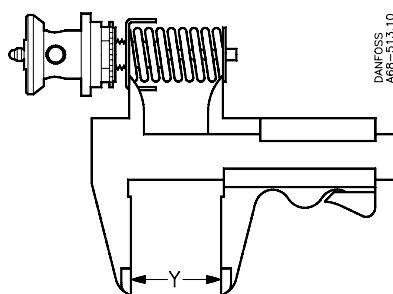
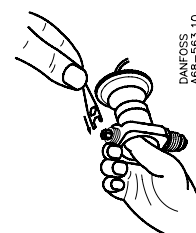

Fig. 4
Fig. 5
Fabriksindstillingen kan kontrolleres ved måling af pilotindsatsens »Y«-mål (se fig. 4 og tabel I).
Tabel I angiver bestillingsnr. og »Y«-mål for pilotdyseindsatserne (2): Før pilotventilen samles igen efter evt. kontrol af »Y«-målet, trykkes indstillingsspindelen udad og fastholdes, ved at den medleverede nøgle anbringes med gaflen bag spindelens møtrik (se fig. 5).
Factory setting = 4°C superheat at 0°C bulb temperature. From this setting the superheat can be decreased or increased dependent on the application requirement. Anti-clockwise rotation of the regulating spindle in the pilot valve decreases superheat, clockwise rotation increases it. One turn ~ 0.5°C. The factory setting can be checked by measuring the "Y" dimension of the pilot assembly. See fig. 4 and table I. Table I gives the code No. and "Y" dimension for the pilot nozzle assembly (2). Before the pilot valve is reassembled, after checking the "Y" dimension the superheat adjustment spindle must be pressed out and retained by inserting the jaws of the spanner supplied under the nut on the spindle (see fig. 5).
Werkseinstellung: 4°C Überhitzung bei einer Fühlertemperatur von 0°C. Von dieser Einstellung ausgehend kann die Überhitzung je nach dem Verwendungszweck verringert oder erhöht werden. Dreht man die Einstellspindel des Pilotventils nach links (im entgegengesetzten Uhr-zeigersinn) wird die Überhitzung geringer – und umgekehrt. Eine volle Umdrehung der Spindel ~ 0.5°C. Die Werkseinstellung kann durch Überprüfung des »Y«-Masses des Piloteinsatzes kontrolliert werden (siehe Abb. 4 und Tabelle I). Aus Tabelle I gehen die Artikelnummern und die »Y«-Masse der Pilotdüseneinsätze (2) hervor. Bevor nach einer etwaigen Kontrolle des »Y«-Masses das Pilotventil wieder zusammengebaut wird, ist die Einstellspindel nach aussen zu drücken und in dieser Lage festzuhalten, indem man die Gabel des mitgelieferten Schüssels hinter die Mutter der Spindel legt (siehe Abb. 5). Wünscht man die Leistung des Ventils zu ändern, so ist der Hauptdüseneinsatz (7) auszuwechseln (siehe Ersatzteil Katalog). Ein Zwangsöffnen des Ventils ist möglich indem man den Bodenstopfen gegen eine Handbetätigung Artikel-Nr. 026H0222 auswechselt.
Réglage en usine: surchauffe de 4°C à une température de bulbe de 0°C. A partir de ce réglage, la surchauffe peut être diminuée ou augmentée en fonction du but d'utilisation. Si la tige de réglage de la vanne pilote est tournée vers la gauche (sens inverse d'horloge), la surchauffe diminue – et inversement. Un tour de la vis ~ 0.5°C. Le réglage fait à l'usine peut être contrôlé en vérifiant la dimension »Y« de la cartouche pilote. Voir fig. 4 et tableau I. Le tableau I indique les numéros de code et les dimensions »Y« des cartouches d'orifice pilote (2). Avant de remonter la vanne pilote après contrôle éventuel de la dimension »Y« presser la tige de réglage vers l'extérieur et la maintenir en plaçant la fourche de la clé comprise dans la fourniture derrière l'écrou de la tige (voir fig. 5). Si l'on désire modifier la capacité du détendeur, changer de cartouche d'orifice principal (7), (voir dans le catalogue de pièces détachées). Le détendeur peut être ouvert de force en remplaçant le bouchon de fond par une tige de manoeuvre manuelle, n° de code 026H0222.